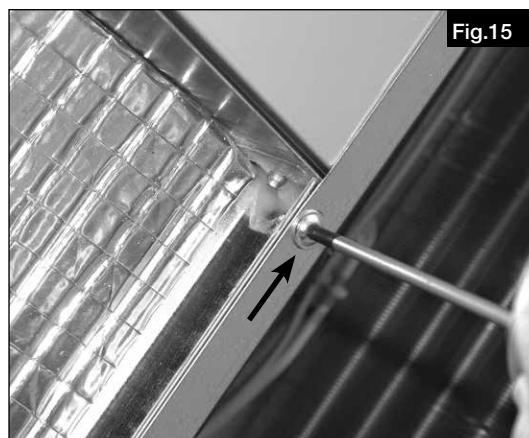

Fig.15
4. Retirer la sonde antigel WT de l'échangeur à plaques (Fig.15)